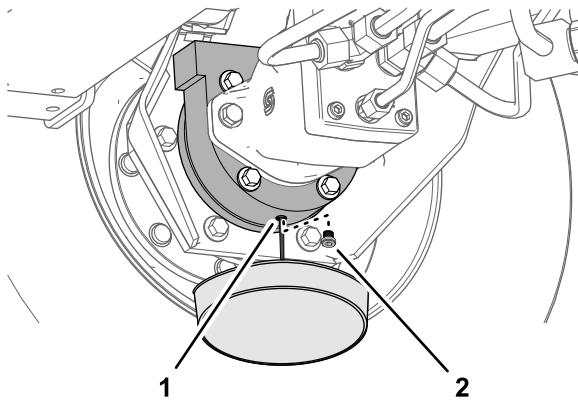

図 93
6. ブレーキハウジングの下に容器を置き、プラグを外してオイルを抜く図 93。